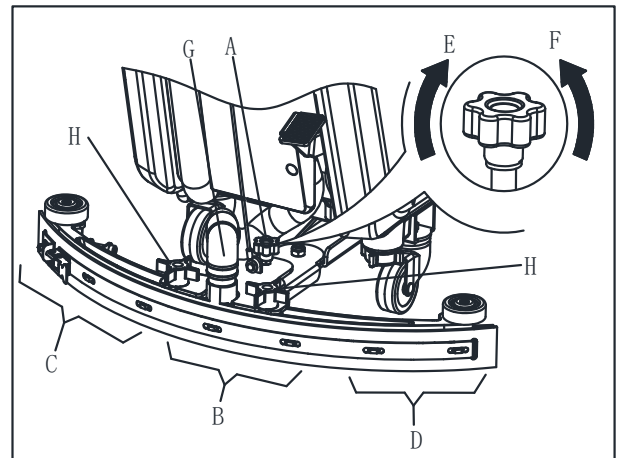

Figura 6
1. Instale o squeegee e aperte a porca (H), e ligue a mangueira de vácuo (G) ao squeegee.
2. Ajuste o squeegee através do punho de ajuste correspondente (A, Figura 6).
- a) Se existir um espaço entre o chão e a secção do meio da lâmina do squeegee traseiro (B), ajuste o botão (A) para a esquerda (F) até todas as secções da lâmina do squeegee traseiro estarem em contacto com o chão e a lâmina frontal tocar ligeiramente no chão.
- b) Se existir um espaço entre o chão e as secções do fim da lâmina traseira (C e D), ajuste o botão (A) para a direita (E) até todas as secções da lâmina traseira estarem em contacto com o chão e a lâmina frontal tocar ligeiramente no chão.